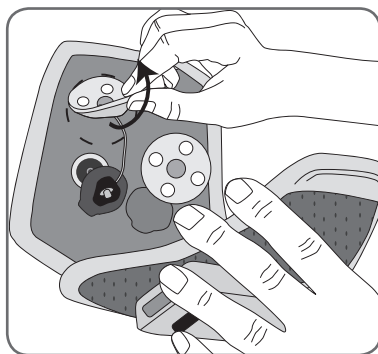

図 26 : 古い電極ベースを外しているところ
4. FS カフの古い電極ベースを外します(図 26 を参照)。